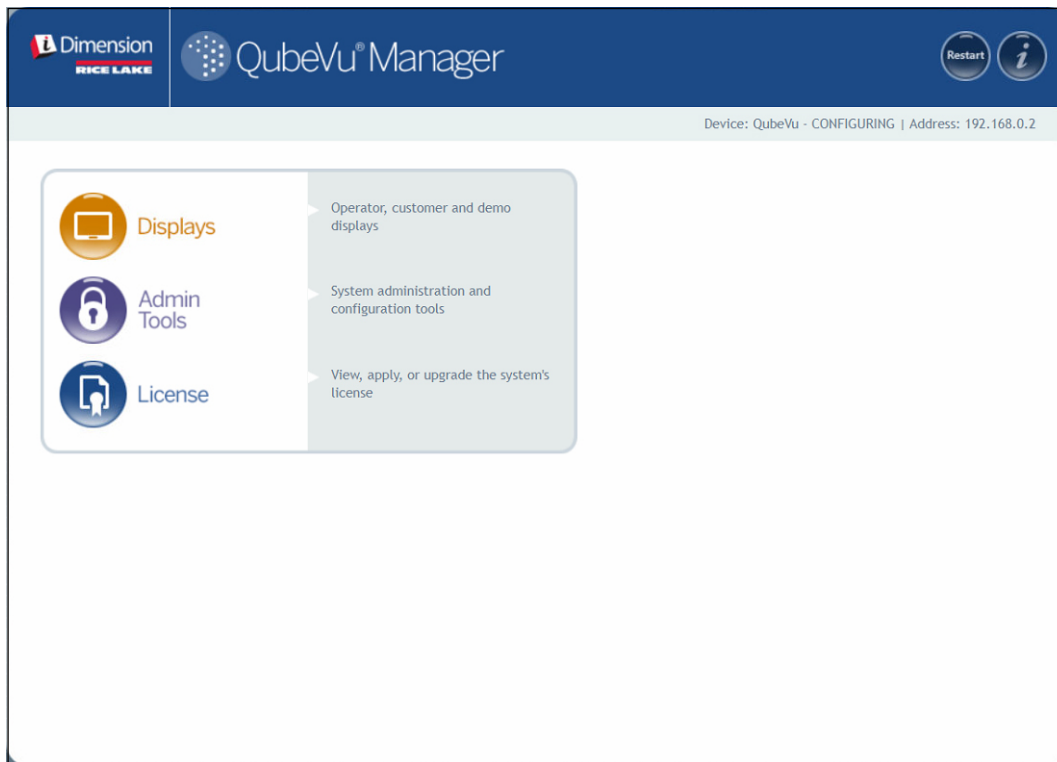

Figure 2-1. Page d'accueil de QubeVu Manager
- Sélectionnez  **Displays** dans le menu **QubeVu Manager** (Figure 2-1, page 8) pour accéder au menu **Display Pages** (Pages d'affichage).